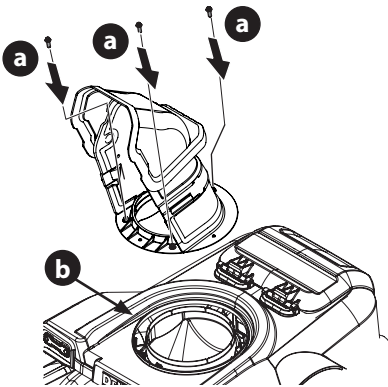

Figura 7
3. Fije la base del canal con los tornillos de la arandela hexagonal (a) quitados en el Paso 2 (Figura 7).